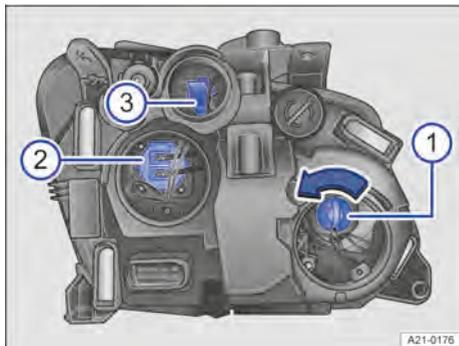

Fig. 145 No farol dianteiro esquerdo: suporte para lâmpadas incandescentes.
2. Girar o suporte da lâmpada até o batente no sentido horário e retirá-lo com a lâmpada incandescente, puxando para trás → Fig. 145 ①.
2. Retirar para trás o suporte da lâmpada com a lâmpada incandescente → Fig. 145 ②.
2. Retirar para trás o suporte da lâmpada com a lâmpada incandescente → Fig. 145 ③.